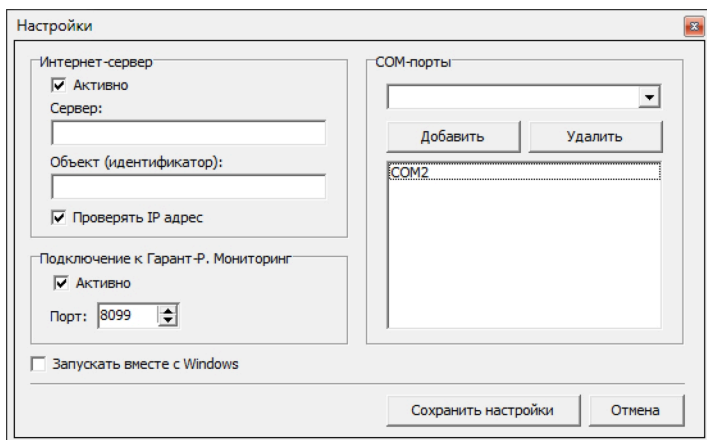

Рис. 19. Окно настройки «Гарант-Р. Репитер».
4. В появившемся окне (рис. 19) выберите необходимый способ передачи данных: «Подключение к «Гарант-Р. Мониторинг» – для локальной передачи данных в приложение «Гарант-Р. Мониторинг», установленное на этом компьютере или в локальной сети или «Интернет-сервер» – для передачи данных с системы пожаротушения на удаленный компьютер через онлайн сервис в сети Internet.
5. В разделе «СОМ-порты» Выберите соответствующий выбранному USB-порту СОМ-порт из списка и нажмите кнопку «Добавить». Для работы с несколькими «РС-К» одновременно, в список можно добавить несколько СОМ-портов. Программа будет определять принадлежность сообщений по ID сети, заданному в свойствах «РС-К». Нажмите кнопку «Сохранить настройки» (см. рис. 19).